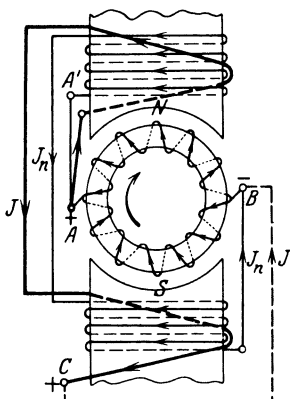

Abb. 98.
Weder die Hauptschluß- noch die Nebenschlußmaschine gibt bei Belastungsänderung konstante Klemmenspannung. Das Verhalten der Hauptschlußmaschine ist aus der  $U_k$ -Linie (Abb. 92) zu erkennen. Danach steigt zunächst die Spannung mit wachsender Belastung, um später wieder abzunehmen. Die Nebenschlußmaschine besitzt die größte Spannung bei Leerlauf. Mit wachsender Belastung nimmt die Spannung immer mehr ab1. Will man eine Maschine haben, bei welcher die Spannung für alle Belastungen dieselbe bleibt, oder sogar mit wachsender Stromstärke noch steigt, so muß man dieselbe mit zwei Erregerwicklungen ausführen, einer Nebenschlußwicklung, die aus vielen Windungen dünnen Drahtes besteht und bei Leerlauf die gewünschte Spannung erzeugt, und einer Hauptstromwicklung, die vom Hauptstrom durchflossen wird und so berechnet ist, daß die durch sie erzeugte Durchflutung den Spannungsverlust und die Ankerrückwirkung (Gl 60) deckt. Diese Maschine heißt Doppelschlußmaschine (Abb. 98). Ihr Schaltschema ist in Abb. 98 a bzw. 99 dargestellt. Die Maschine erregt sich, denn bei Rechtsdrehung des Ankers
wird der remanente Magnetismus verstärkt. Anstatt in Abb. 98  $A$  mit der Bürste  $A$ , kann man auch  $A'$  mit der Klemme  $C$  verbinden.
Abb. 98 a.
- der Widerstand der Hauptstromwicklung  $\overline{AC}$  (Abb. 98 bzw. 99),